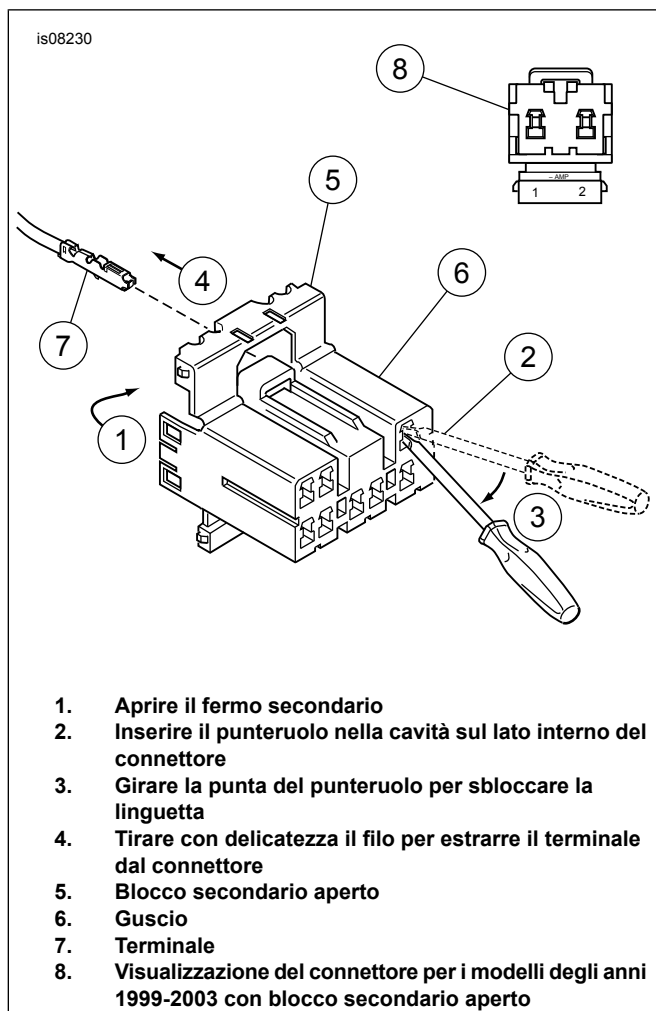

Figura 3. Connettori elettrici multi-lock amp
Vedere Figura 3. I modelli 1996-1998 hanno un connettore multi-lock amp a 8 vie collocato sotto la sella. I modelli 1999-2003 hanno un connettore multi-lock amp a 2 vie collocato sotto la lente della luce posteriore.
3. Vedere Figura 3. **Sui modelli 1999-2003**, è necessario rimuovere la lente della luce posteriore per accedere al connettore multi-lock amp. **Sui modelli 1996-1998** con connettori multi-lock amp. Vedere il manuale di manutenzione. Rimuovere il connettore dal dispositivo di ritegno.